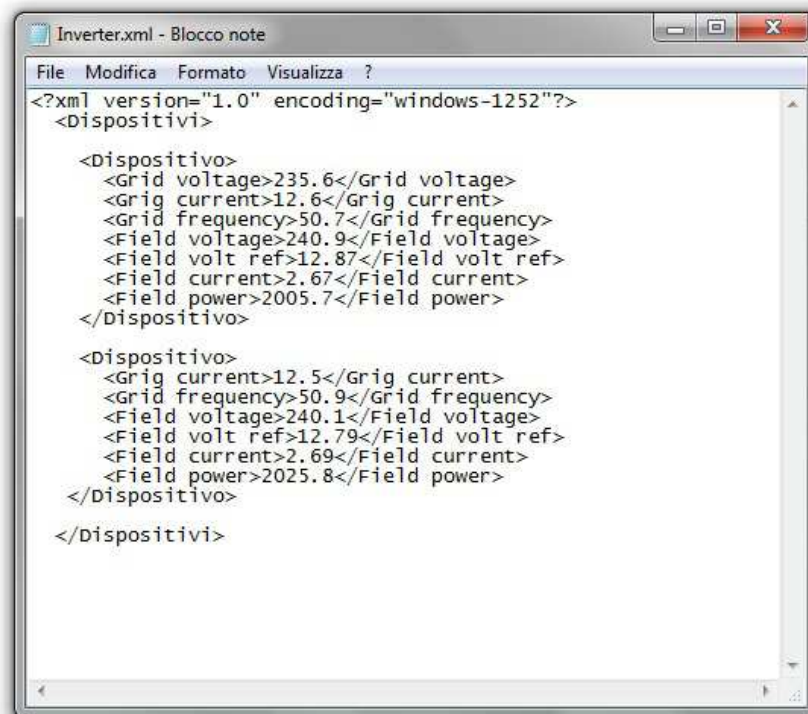

Figura 3.13: Esempio di file XML relativo a due inverter
- E Nome del parametro. Il nome viene utilizzato nel file XML per indicare il parametro (figura 3.13).